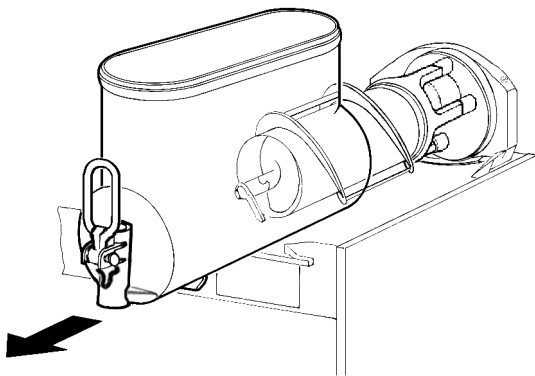

**figura 5**
**2** Desmontar el contenedor empujando ligeramente la parte inferior (lado grifo) hacia arriba para dejar libres los ganchos inferiores (ver figura 5) y luego quitarlo por adelante (ver figura